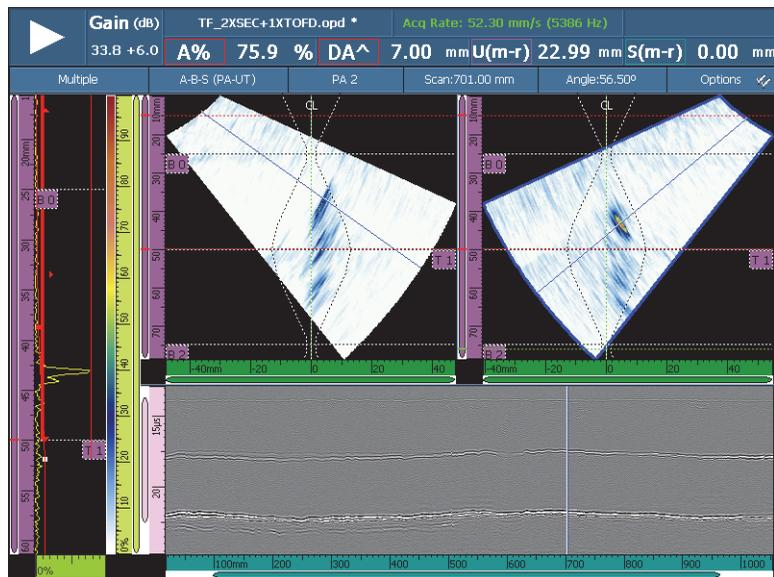

Abbildung 6-2 Layout A-B-S (PA-UT)
- (1) Geben Sie unter **Impulsen.** und **Empfänger** die gewünschte Elementzahl ein.
- (2) Wählen Sie **Weiter** aus.
8. Wählen Sie das passende Layout im Layoutbereich in der Titelleiste aus (siehe Abbildung 6-2 auf Seite 175).